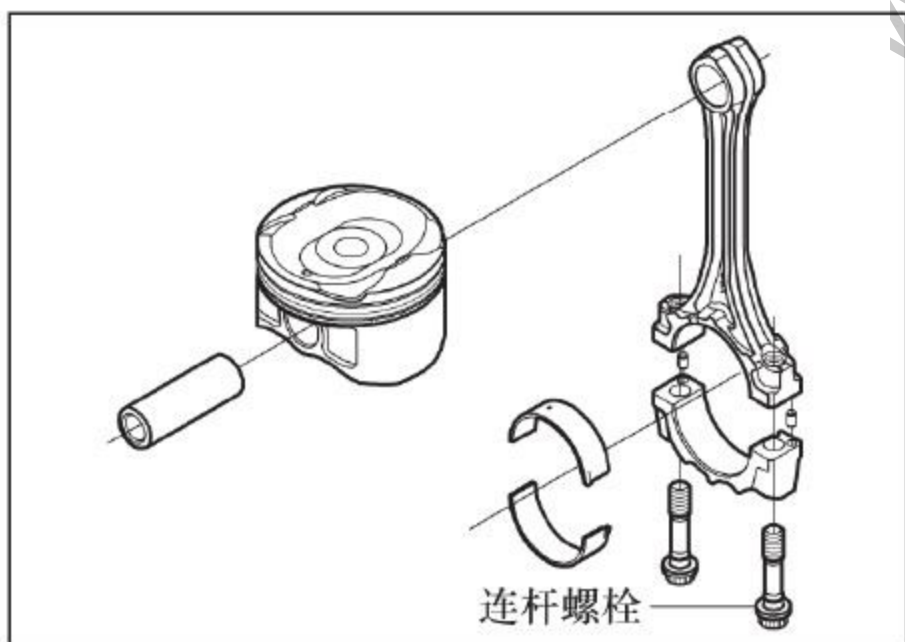

图12-3-20 安装连杆螺栓，分两次拧紧
- (5) 在10个主轴承盖螺栓拧紧后，检查曲轴是否转动自如。
- (6) 安装连杆盖和连杆瓦时，上、下连杆瓦不能装反，上连杆瓦有油孔，如图12-3-20所示，下连杆瓦没有油孔。注意连杆盖上有向前标记。
(7) 安装活塞连杆总成
(8) 装配连杆螺栓时可在螺纹处和结合面上涂上少许机油，分两次拧紧，如图12-3-20所示。